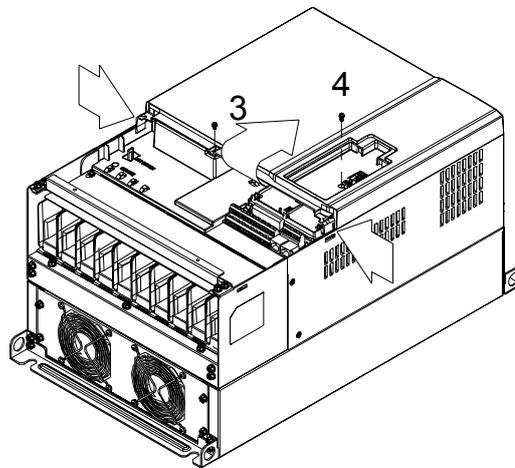

图 2
2. (如图 2)移除螺丝 3、4 后,再按压两侧移除上盖。螺丝 3、4 [扭力值: 6~8kg-cm (5.2~6.9lb-in.)]